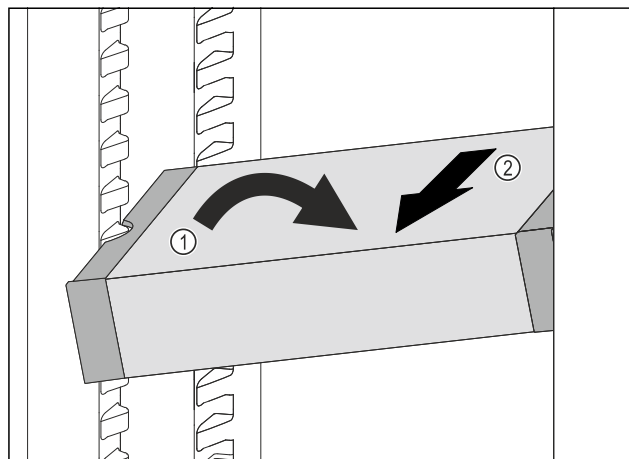

Fig. 79
- ▶ Predal VarioSafe postavite v hladilniku postrani. Fig. 79 (1)
- ▶ Predal VarioSafe izvlecite v smeri naprej. Fig. 79 (2)